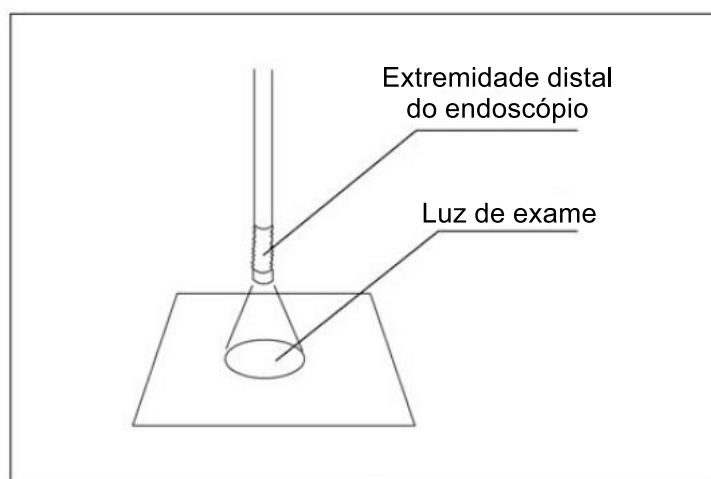

Fig 3.2
2. Confirme se a luz de exame é emitida pela extremidade distal do endoscópio. (Fig 3.2)